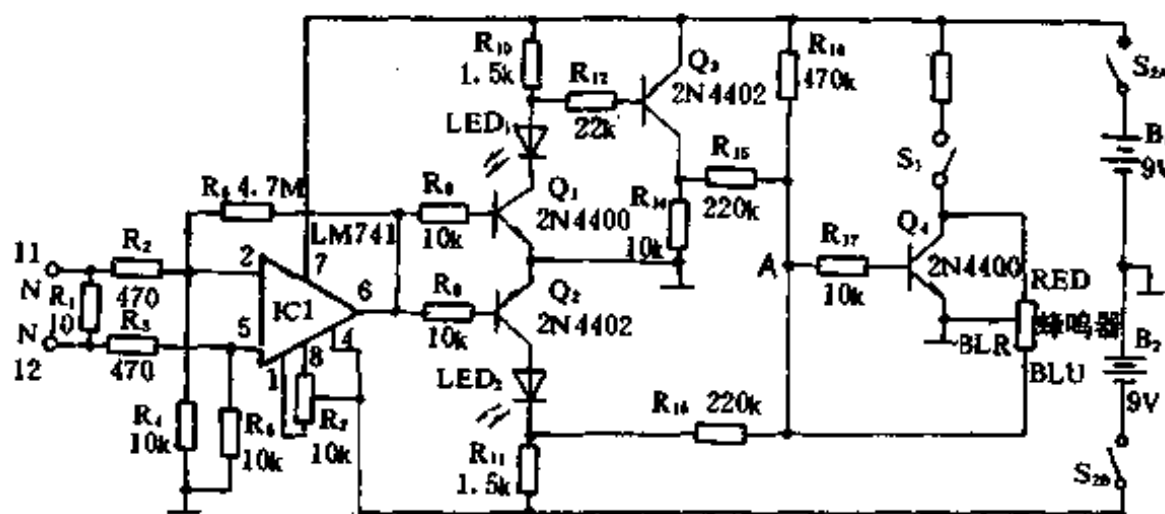

图 1-107
该器是用来寻找电路中短路部位的装置。电路原理如图 1-107 所示。电路制作完毕后,先利用  $R_7$  调零(无输入情况下),使 IC 第⑥脚为零。 $Q_1$ 、 $Q_2$  截止,使 LED1、LED2 均不发光,蜂鸣器也不发声。当电路输入为正时,使 IC 第⑥脚电压向负摆动, $Q_1$  仍截止, $Q_2$  被导通,使 LED2 发光,A 点电压从 -9V 下降至 -2V,使  $Q_3$  基极电压上升,如  $S_1$  开关接通,蜂鸣器就会发声;当电路输入为负时,IC 第⑥脚电压从 0V 变为约 +6V,使  $Q_2$  仍截止, $Q_1$  导通,LED1 发光,B 点电压从 +9V 降至 +2V, $Q_3$  的集电极电压也从 0V 上升至 +9V,使  $Q_4$  的基极电压升高,蜂鸣器发声。